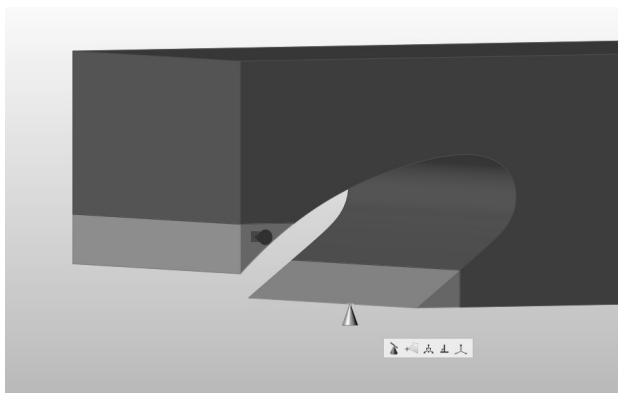

图 9-13 施加另一个约束
3) 继续使用“施加约束”设置, 将另一约束施加在图 9-13 所示的边上。以上两个约束定义开瓶器在工作的过程中, 这两个位置固定不动。